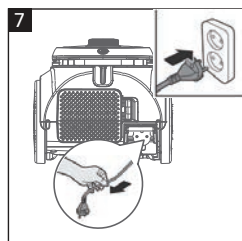

Рис. 7
- Вытяните шнур питания на желаемую длину (Рис. 7). Перестаньте тянуть за шнур, когда увидите желтую отметку.